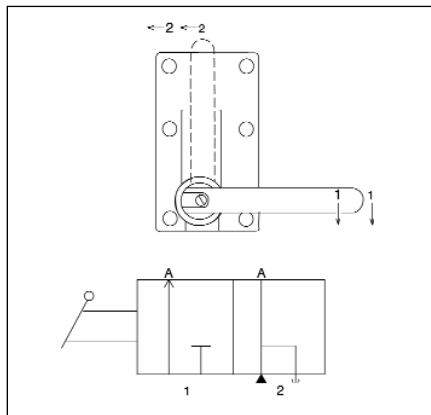

図7
1. 図7に示すように、バルブハンドルを1位置へ切り換えます。
7. 必要に応じて、作動油を追加します。図7参照。